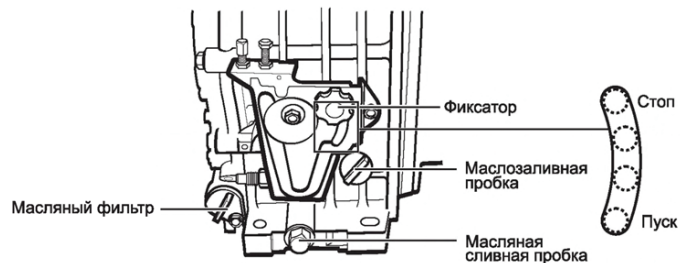

Рис. 10
1. Управление работой мотопомпы осуществляется с помощью фиксатора регулятора оборотов двигателя и шкалы на блоке управления. Чтобы переместить фиксатор в нужное положение, открутите его против часовой стрелки, чтобы зафиксировать - закрутите по часовой стрелке (Рис. 10).
6. Установите фиксатор оборотов двигателя на блоке управления запуском и оборотами двигателя в положение «Пуск» («Start») и зафиксируйте, закрутив его (Рис. 10).
1. Управление работой мотопомпы осуществляется с помощью фиксатора и шкалы на блоке управления (Рис. 10). Чтобы переместить фиксатор в нужное положение, открутите его против часовой стрелки, чтобы зафиксировать - закрутите по часовой стрелке.